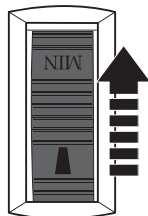

Fig. 13
- > Poussez le variateur de vitesse [3] vers l'avant pour augmenter la puissance de l'aspirateur/souffleur (Fig. 13).